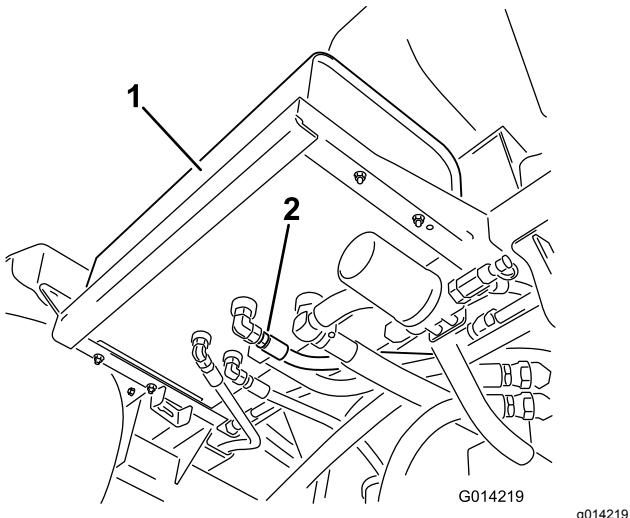

Bild 93
2. Reinigen Sie den Bereich um ein Hydraulikschlauch-Anschlussstück unten am Hydraulikbehälter (**Bild 93**).
4. Nehmen Sie das Schlauch-Anschlussstück vom Behälter ab und lassen das Öl in die Wanne laufen (**Bild 93**).